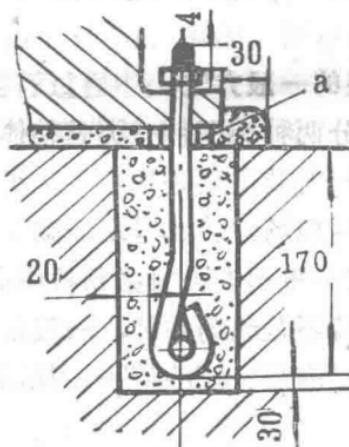
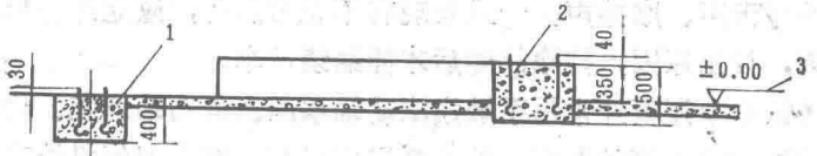

图 1 底脚螺栓坑尺寸
图 2 基础简图
(2) 机器搬运就位。按照说明书中安装基础图检查机器底脚螺孔的大小和距离，若有出入，按机器实际尺寸为准。搬运时机器底面垫入铁管滚运或按吊装位置吊装，防止搬运时损伤机器。
(3) 放线。按基础图放纵横中心线和其它基准线，放线时皮尺和线要拉直，尺寸要量准确，并打好定位桩。
(4) 做基础。根据标高挖底坑，砌水泥墩，砌炉腔烟囱等基础，并用木框预留好底脚螺孔位置。底脚螺栓坑尺寸如图 1 所示，基础图标高位置如图 2 所示。图 2 中的 3 是指厂房的地平面，(0.00) 表示以地面为零线，正号表示地面以上高度，负号表示地面以下深度。如墩 1 是向地面以下挖底坑深 400 毫米，墩 2 总高度为 500 毫米，地面上应砌墩 350 毫米，地面下挖深 150 毫米。